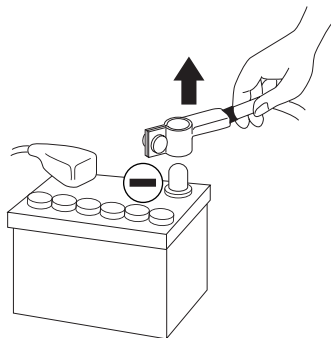

fig. 1
- **Avant d'entamer l'installation, déconnecter la borne négative de la batterie pour éviter tout risque de blessure, d'incendie ou d'endommagement du matériel. [fig. 1]**
- 2 - Débrancher le fil négatif de la batterie avant de commencer l'installation (**fig.1**)
Avant de débiter la phase de connexion, s'assurer de retirer la borne négative (-) de la batterie du véhicule (*fig. 1*).